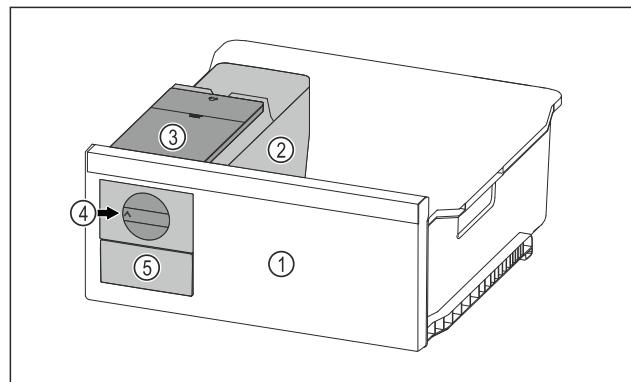

Fig. 122 Représentation à titre d'exemple
- Tourner le bouton rotatif *Fig. 122 (4)* dans le sens horaire jusqu'à la butée.
- Les glaçons tombent du bac à glaçons dans le tiroir à glaçons *Fig. 122 (5)*.